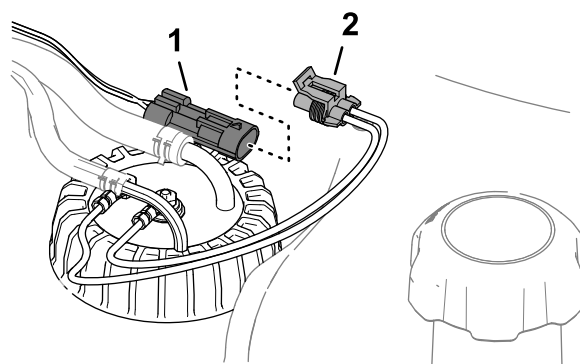

Figura 89
3. Retire el conector hembra de 2 vías del arnés del sensor de combustible del conector de 2 pines del arnés de cables de la máquina (Figura 89).